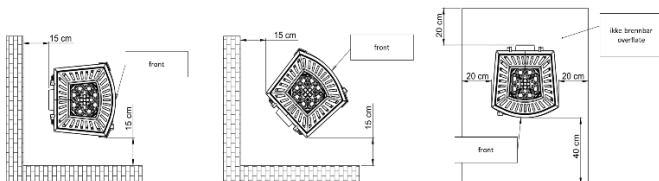

Fig. 2 Trygg avstand fra peisovnen
- Ovnene skal plasseres på et ubrennbart underlag, og min. 0,4 m fra ovnen og min 0,2m målt fra sidene og baksiden av ovnen (Se Fig 2),
- anbefalt minsteavstand til IKKE-BRENNBARE deler er ikke mindre enn 15 cm (Fig. 2)